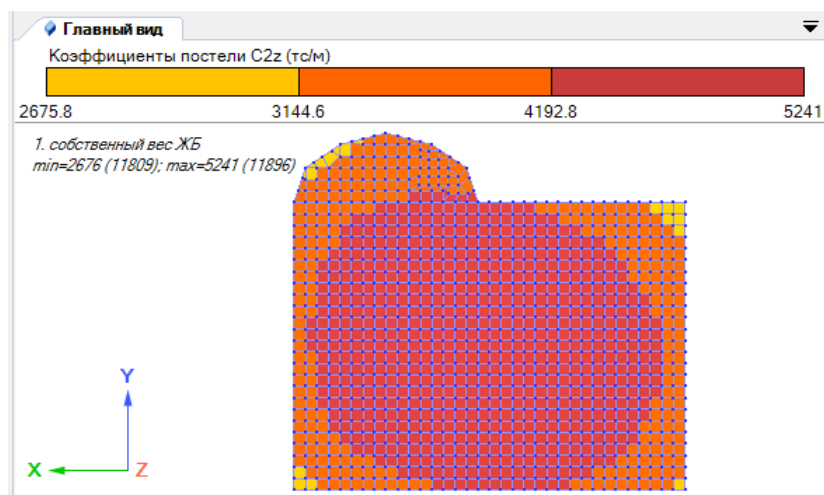

Рисунок 5.21
- нажимая одну из кнопок $C1$, $C2$, $C1y$, $C2y$ или Pz можно увидеть в режиме формирования расчетной модели распределение по элементам значений коэффициентов постели $C1$ и $C2$ или значение нагрузки Pz (рисунок 5.21).